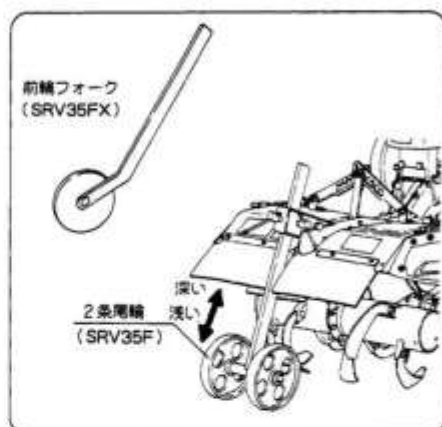

図24
① 前輪を上下することにより作業深さを変えることができます。(図24)